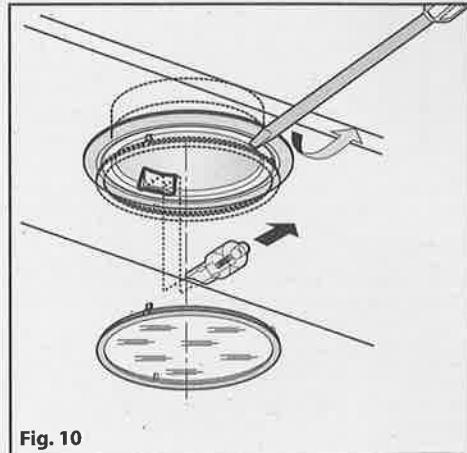

Fig. 10
**• Sostituzione delle lampade alogene (**Fig.10**).**